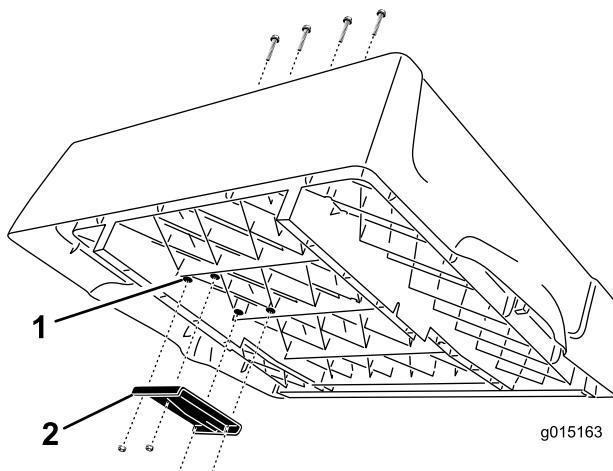

Figure 4
1. Localisez les 4 bossages sur le côté droit de la surface inférieure du plateau (Figure 4). À l'aide d'un forte
- 2. Montez le support de relevage supérieur sur la surface inférieure du plateau avec 4 vis Phillips à tête tronconique (3/8 x 2-1/2") et contre-écrous à embase (Whiz lock) (3/8 pouce). Positionnez le pivot comme illustré à la Figure 4.